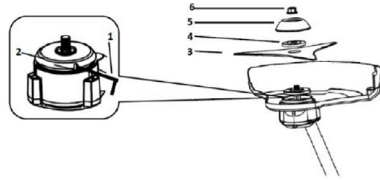

Fig. 3
- Pentru a instala protecția de siguranță, conectați capetele acesteia la orificiile de pe fiecare parte a carcasei (vezi fig. 3).